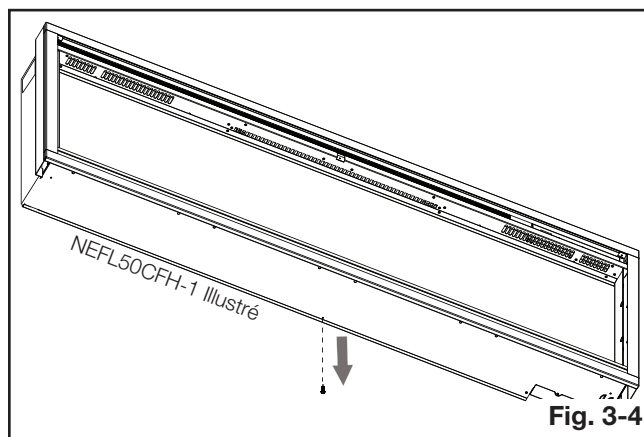

Fig. 3-4
- H.** Retirez la vis blanche du bas de l'appareil (**Fig. 3-4**).